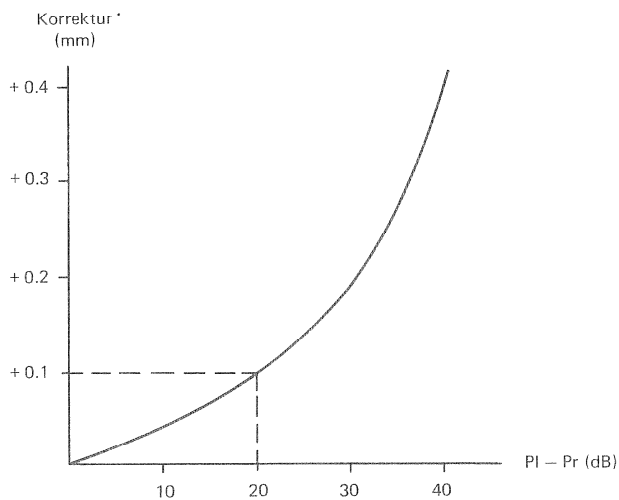

Fig. 7.5.-2
The height adjustment of the head versus level difference is plotted in fig. 7.5.-2.
8. Beträgt der Unterschied mehr als 12 dB, so ist die Höhe des Wiedergabekopfes mit den Schrauben 52 neu einzustellen. (Fig. 7.5.-3.)